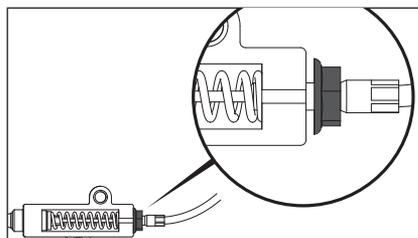

Figure 90
5. Desserrez l'écrou du ressort à barillet de compression. (Fig. 90)